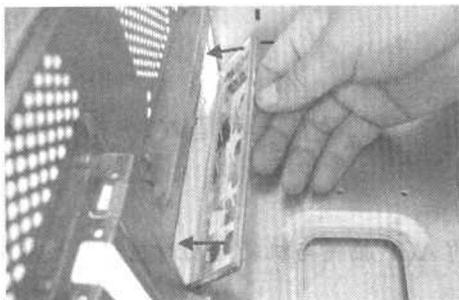

图 1-27 安装附带的主板挡板
- ③ 将附带的主板挡板安装到机箱上，如图 1-27 所示。